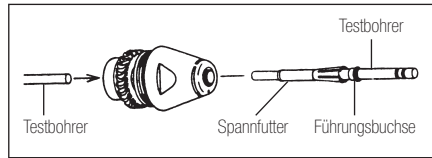

Abb.12
- 3) Nach Abnahme der Rotorschaf-Mutter das Spannfutter vorsichtig mit dem Testbohrer oder dem Schaft des Bohrers von hinten herausdrücken. Die Führungsbuchse und das Spannfutter können herausgenommen werden (Abb. 12).